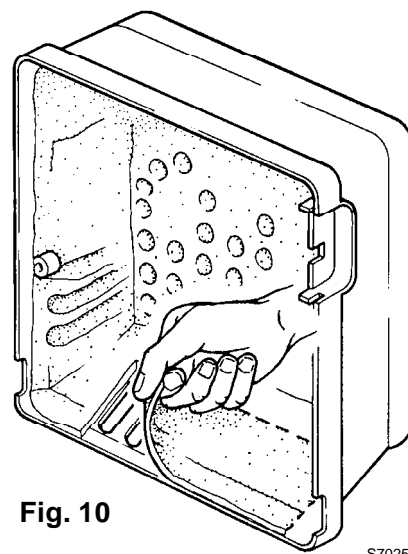

Fig. 10
- C** Dans le modèle BS4D type 918T1, pour garantir le fonctionnement avec une puissance de 220 ÷ 246 kW, enlever l'insonorisant pré-découpé pour libérer les fentes supplémentaires d'entrée de l'air dans le capot (voir fig. 10).